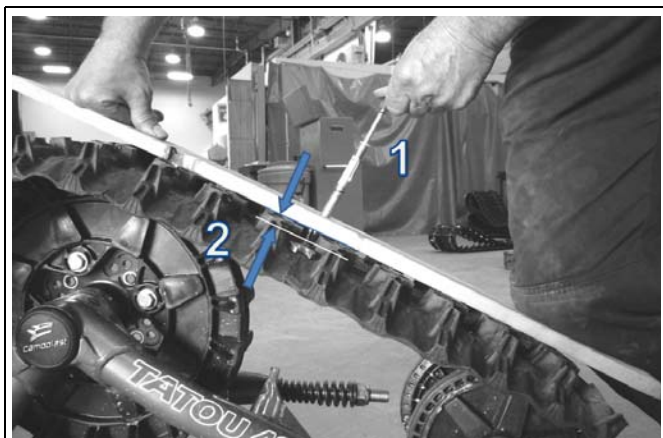

Abbildung 23
*HINWEIS: Das in Abbildung 23 benutzte Werkzeug 1 ist in den meisten Autoteileläden erhältlich - Marke Gates Corporation, Teilenummer 7401-0076.*